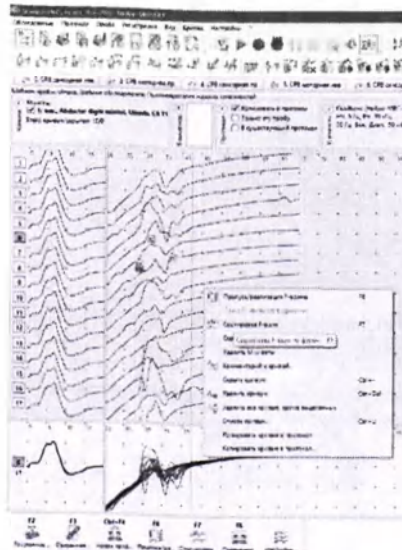

Рис. 145. Сортировка F-волн по форме
7. Чтобы осуществить автоматический поиск повторных волн, после измерения каждой F-волны (коррекции маркеров) нажатием правой кнопки мыши вызовите контекстное меню и выберите в нем пункт «Сортировка F-волн» или нажмите клавишу [F7] (рис. 145).